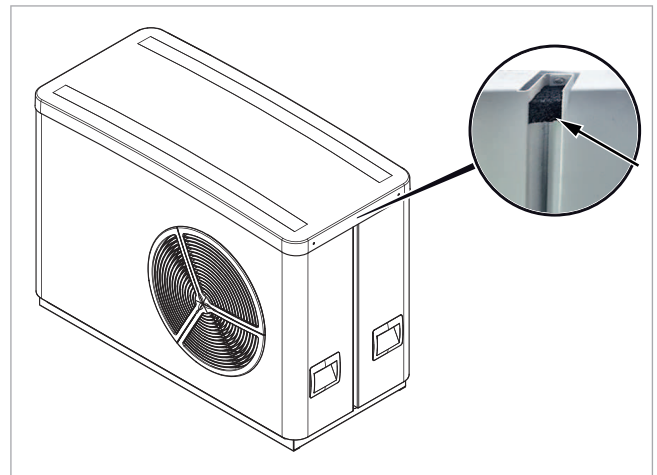

Abb. 9: Gedoppeltes Kompressionsband verkleben
2. Ggf. zusätzlich gedoppeltes Kompressionspressband unterhalb der Befestigungsschraube beider Gehäuse-Elemente (Schraube unterhalb des Deckelrands) von SolvisLea 8,3 Premium auf der Gegenseite des Schaltkastens einkleben (vgl. → Abb. 9).